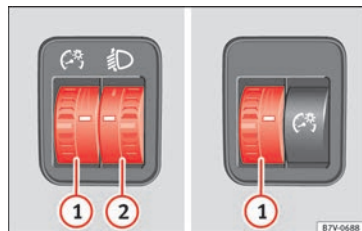

Fig. 62 Al lado del volante: reguladores de la iluminación de los instrumentos y los mandos ① y del alcance de las luces ②.
① Iluminación de los instrumentos y los mandos
Con las luces encendidas se puede regular la intensidad de la luz de los instrumentos y los mandos girando el mando » **fig. 62 ①**.
② Regulación del alcance de las luces
La regulación del alcance de las luces » **fig. 62 ②** se adapta según el valor del haz luminoso del faro al estado de carga del vehículo. Con ello el conductor tiene la mejor visibilidad posible y no deslumbr a a quien circula en sentido contrario » .
Para ajustar, gire el mando » fig. 62 ②: